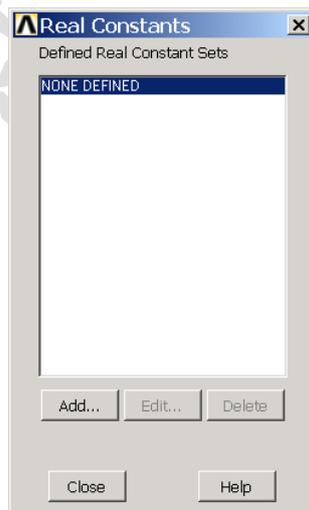

图1.26 【Real Constants】对话框
(1) 在 ANSYS 程序主界面单击 Main Menu>Preprocessor>Real Constants>Add/Edit/Delete 菜单，弹出如图 1.26 所示的【Real Constants】对话框。